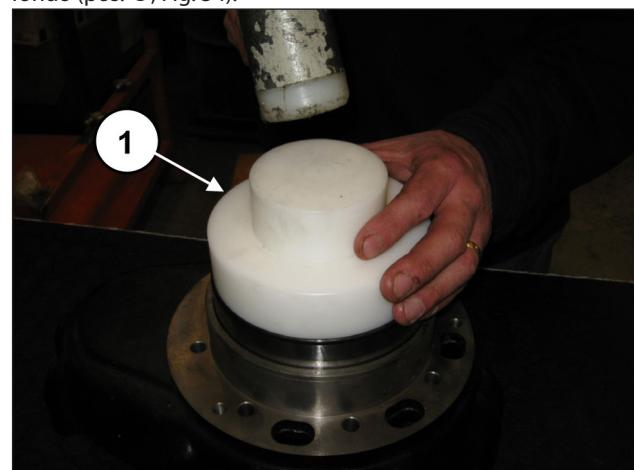
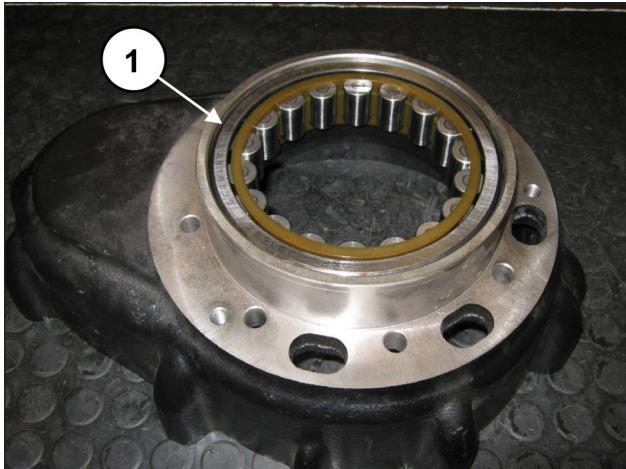

Fig. 53
Fig. 54
Desde el lado opuesto de la caja del reduedor, premontar la anilla externa del cojinete del árbol acodado utilizando la herramienta cód. 27605000 (pos. ①, Fig. 53) para introducirla a fondo (pos. ②, Fig. 54).